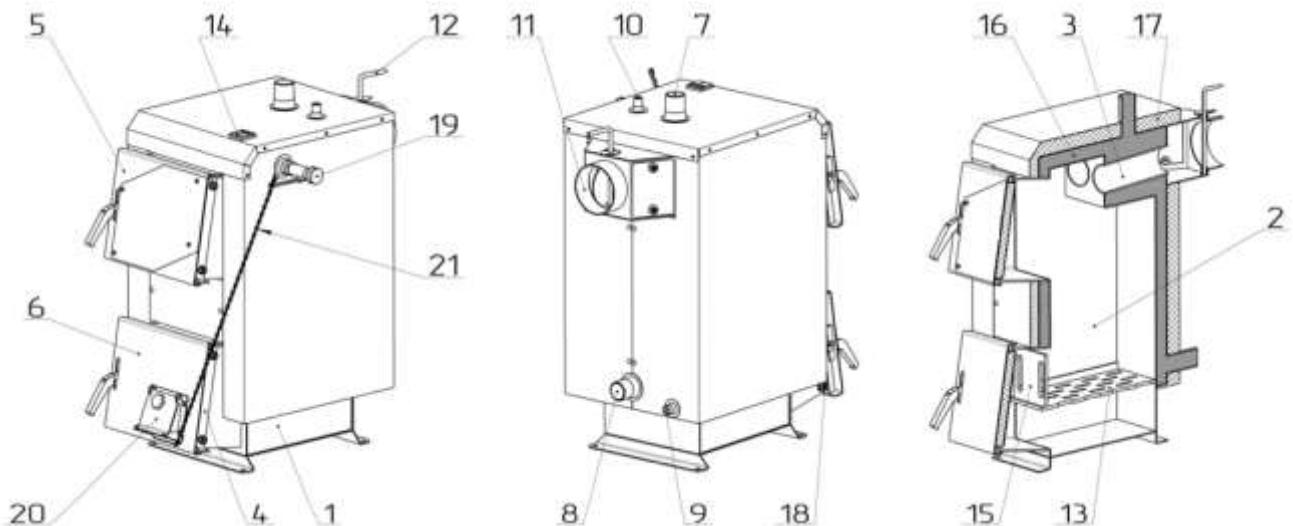

Рисунок 2 – Основні елементи котла
Конструктивно котел являє собою збірно-зварену конструкцію, що складається з корпуса (поз. 1, рис. 2) з камeroю згоряння (топкою) (поз. 2, рис. 2). Конвекційна частина котла складається з трубного теплообмінника (поз. 3, рис. 2), який розташований безпосередньо над топкою.
Корпус котла виконаний в формі паралелепіпеду з подвійними стінками, які розділені водними перегородками (поз. 16, рис. 2). На зовнішній поверхні корпуса під декоративною обшивкою закріплена теплова ізоляція. (поз. 17, рис. 2).
Паливо для процесу спалення завантажується на колосникові грати (поз. 13, рис. 2) крізь завантажувальні дверцята (поз. 5, рис. 2). Згоряння палива в топці відбувається за участю повітря, яке постачається крізь вікно клапана подачі повітря (поз. 20, рис. 2), що закривається кришкою, під колосникові грати. Кількість повітря, необхідного для процесу згоряння, регулюється механічним регулятором тяги (поз. 19, рис. 2а), який шляхом натягу або послаблення ланцюга (поз. 21, рис. 2а) керує положенням кришки клапана.
Підведення і відведення теплоносія здійснюється відповідно через патрубки зворотної мережної води (поз. 8, рис. 2) і прямої мережної води (поз. 7, рис. 2).
Топочні гази виходять у димохід крізь боров (поз. 11, рис. 2), розташований у задній частині котла. Боров обладнано вбудованим дросельним клапаном продуктів згоряння – шибером (поз. 12, рис. 2). У випадку надто високої тяги у димоході шибер дає можливість її знизити шляхом часткового перекривання вихідного отвору борова. На рисунку 2 шибер зображене в положенні «повністю відкрито». Для того, щоб повністю перекрити боров, шибер необхідно повернути на 90°.
У верхній частині корпуса котла розташований штуцер для встановлення запобіжного клапана котла (поз. 10, рис. 2).
На задній стінці корпуса у нижній її частині розміщено штуцер для зливу води з котла (поз. 9, рис. 2).
Ревізійний дверцята (поз. 6, рис. 2), що розташовані на передній стінці котла, необхідні для періодичного чищення колосниковых грат, а також для можливості спорожнення підколосникової зони.
Конструкцією котла передбачена можливість зміни сторони відкривання дверцят. Для того, щоб змінити положення осі відкривання дверцят з правої (відкриваються зліва направо, як зображене на рис. 2) на ліву, необхідно відкрутити дві гайки, що тримають кронштейн поз. 4 (рис. 2), зняти дверцята з кронштейном, відкрутити гвинт, що тримає пластикову ручку дверцят, розвернути ручку на 180°, та встановити її на місце, прикрутивши гвинт. Після чого відкрутити дві гайки що тримають кронштейн поз. 18
(рис. 2). Розвернувши дверцята на 180°, закріпити їх кронштейн на тому місці, де було встановлено кронштейн пальця (поз. 18, рис. 2), який, в свою чергу, закріпити на місці, де було встановлено кронштейн дверцят (поз. 4, рис. 2).
Боров котла обладнано вбудованим дросельним клапаном продуктів згоряння – шибером (поз. 12, рис. 2), за допомогою якого можна регулювати величину тяги в димоході.
Приєднання котла до опалювальної системи необхідно здійснювати за допомогою муфт або фланців. Трубопровід прямої мережної води потрібно приєднати до патрубка прямої мережної води (поз. 7, рис. 2). Трубопровід зворотної мережної води потрібно приєднати до патрубка зворотної мережної води (поз. 8, рис. 2).
Регулятор тяги (поз. 19, рис. 2) необхідно приєднати до одного з двох рівноцінних патрубків з внутрішньою різьбою, які знаходиться на правій та лівій бічних стінках котла у верхній їх частині (див. рис. 2). Різьбове з'єднання при цьому потрібно ущільнити. Патрубок без регулятора необхідно заглушити. Регулятор повернути таким чином, щоб наконечник для закріплення шестигранного важеля (з комплекту регулятора) був направлений донизу.
На місце пластикової захисної трубки необхідно вставити шестигранний важіль стороною без отвору. Для фіксації важеля необхідно затягнути гвинт. При цьому вільний кінець важеля повинен знаходитися над отвором у кришці клапана подачі повітря поз. 20 (рис. 2), а його плече повинно бути якнайближче до горизонтального положення.
Заповнення котла та всієї системи опалення водою повинно відбуватися через штуцер зливу води з котла (поз. 9, рис. 2). Заповнення необхідно робити повільно, щоб забезпечити усунення повітря з системи.
9.1.1 Провести завантажування палива в топку котла. Для цього відкрити завантажувальні дверцята (поз. 5, рис. 2) та укласти на колосникові грати (поз. 13, рис. 2) шар палива до меж нижньої кромки завантажувальних дверцят. На укладений шар палива розмістити розпалювальний матеріал: папір, тріски, дрова (у переліченій послідовності). Повністю відкрити шибер (поз. 12, рис. 2) на борові котла.
9.1.3 Кнопкою на регуляторі тяги (поз. 19, рис. 2а) встановити «60 °C». Відлік температури здійснювати по білій шкалі.
9.1.4 Коли температура теплоносія дійде до 60 °C, через декілька хвилин відкоригувати підвіску ланцюжка таким чином, щоб кришка клапана подачі повітря (поз. 20, рис. 2а) залишалась відкритою на 1-2 мм.